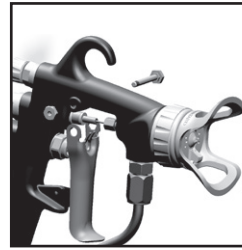

Bild 13
1. Entfernen Sie den Abzug und den Flüssigkeitsschlauch. (Siehe Bild 13 und 14)